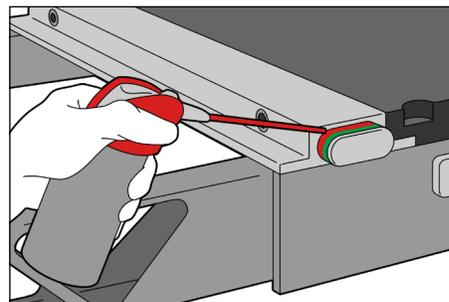

Abb. 5
7. Sprühen Sie Schmiermittel in die Spalte zwischen der Oberseite des Knopfs und dem Verriegelungsgehäuse, um die innen liegenden Komponenten zu schmieren. (Abb. 5)